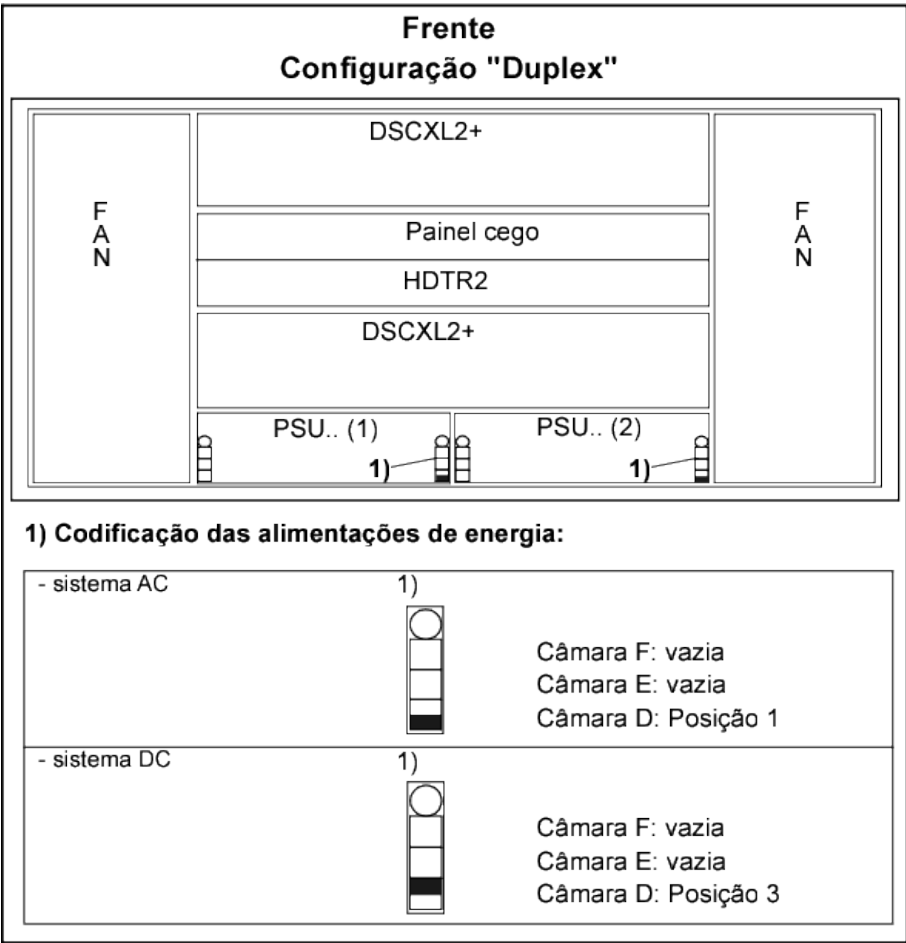

**Figura 141: Ligar a tensão –48 V externa no borne DC da caixa base**
- 1) Certificar-se de que o sistema esteja desligado. No lado posterior do bastidor CSPCI: Ligar o cabo do disjuntor BULK no acesso DC da caixa CSPCI (ver Figura 141: Ligar a tensão -48 V externa no borne DC da caixa base na página 157) e depois estabelecer uma ligação daisy-chain para cima, para as fichas X12 das caixas de ampliação.
- 1) Ligar o condutor -48V da bateria externa no borne DC (1) da caixa base (ver Figura 141: Ligar a tensão -48 V externa no borne DC da caixa base na página 157).
- 2) Do módulo de fusíveis -48 V, o condutor - 48V é transferido para a placa posterior CSPCI (2).